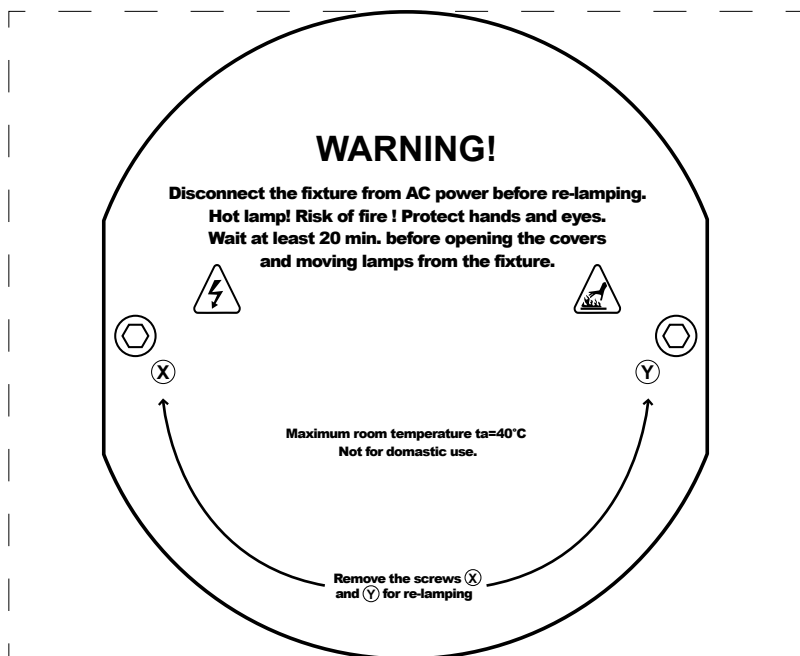

Fig.4
1. Disconnettere la spina di alimentazione dell'unità, svitare le 2 viti (X,Y) per rimuovere la copertura della lampada (fig.4) posizionata nella parte posteriore della testa mobile.
Lo SLASH può essere collocato su un piano solido. Inoltre, grazie ai fori di fissaggio, l'unità può essere montata anche a testa in giù, su una traversa (fig.4). Per il fissaggio occorrono dei supporti robusti per il montaggio.